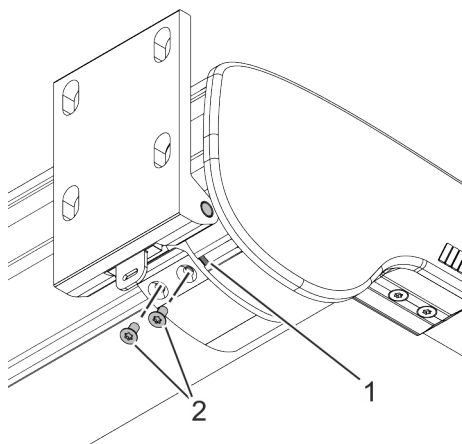

Abb. 37: Markise fixieren
3. ➤ Nutenstein der Kassette (Abb. 37/1) über die Befestigungslöcher schieben.
4. ➤ Nutenstein der Kassette mit den Befestigungsschrauben TX A2 M6×12 (Abb. 37/2) fixieren.